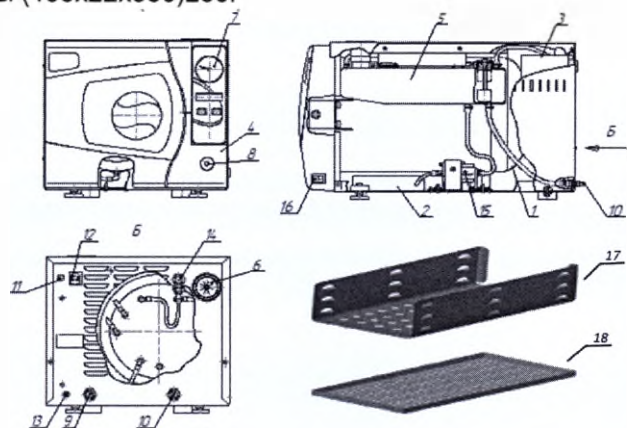
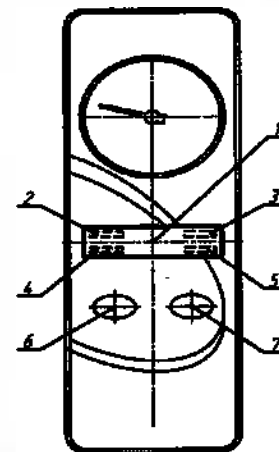

Рисунок 1 – Внешний вид стерилизатора парового ГК-25-ПЗ в варианте исполнения КИУС.942711.004-06.
Рисунок 2 - Панель управления.
1.5.1 Основными сборочными единицами стерилизатора являются (см. рисунок 1): стерилизационная камера 1, парогенератор 2, конденсатор 3, блок управления 4, бачок для воды 5.
1.5.2 Стерилизационная камера имеет цилиндрическую форму и выполнена из нержавеющей стали (см. рисунок 1). На верхней крышке корпуса стерилизатора расположены отверстия для заливки дистиллированной воды в бачок для воды и проверки работы предохранительного клапана. На задней стенке корпуса стерилизатора расположен сливной штуцер из бачка для воды. Сливной штуцер должен находиться в закрытом положении. При транспортировании, хранении и т.п. необходимо открыть сливной штуцер и слить воду из бачка.
стерилизации отображается соответственно в левом и в правом углах верхней строки дисплея, в тот момент, когда не запущен режим стерилизации (см. рисунок 2).
1.5.10 Фильтр бактериальной очистки (см. рисунок 1) предназначен для очистки атмосферного воздуха, поступающего в стерилизационную камеру на этапе выравнивания давления.
2.2.9 Подключить стерилизатор к сети. Перед подключением стерилизатора к питающей сети убедиться в том, что напряжение сети питания соответствует указанному в руководстве по эксплуатации и розетка питания имеет заземляющий контакт. Включить сетевой выключатель (поз. 16, рисунок 1).
2.3.1 Включите сетевой выключатель (поз. 16, рисунок 1), при этом включится подсветка дисплея и индицируется основное меню (см. рисунок 2).
При необходимости долейте воды в бачок для воды согласно п. 2.2.10. Стерилизатор готов к работе. Для запуска программы из основного меню (см. рисунок 2) нажмите кнопку ввода 7. При этом запускается последняя в